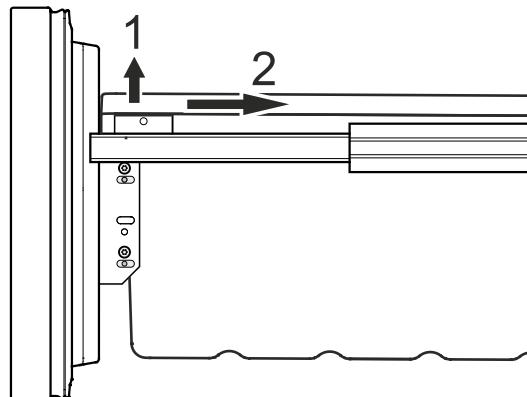

Figure 17
- Désenclipsser les coins gauche et droit du récipient en le tirant vers le haut (1) - *Figure 17*.
- Pousser le récipient vers l'arrière (2).